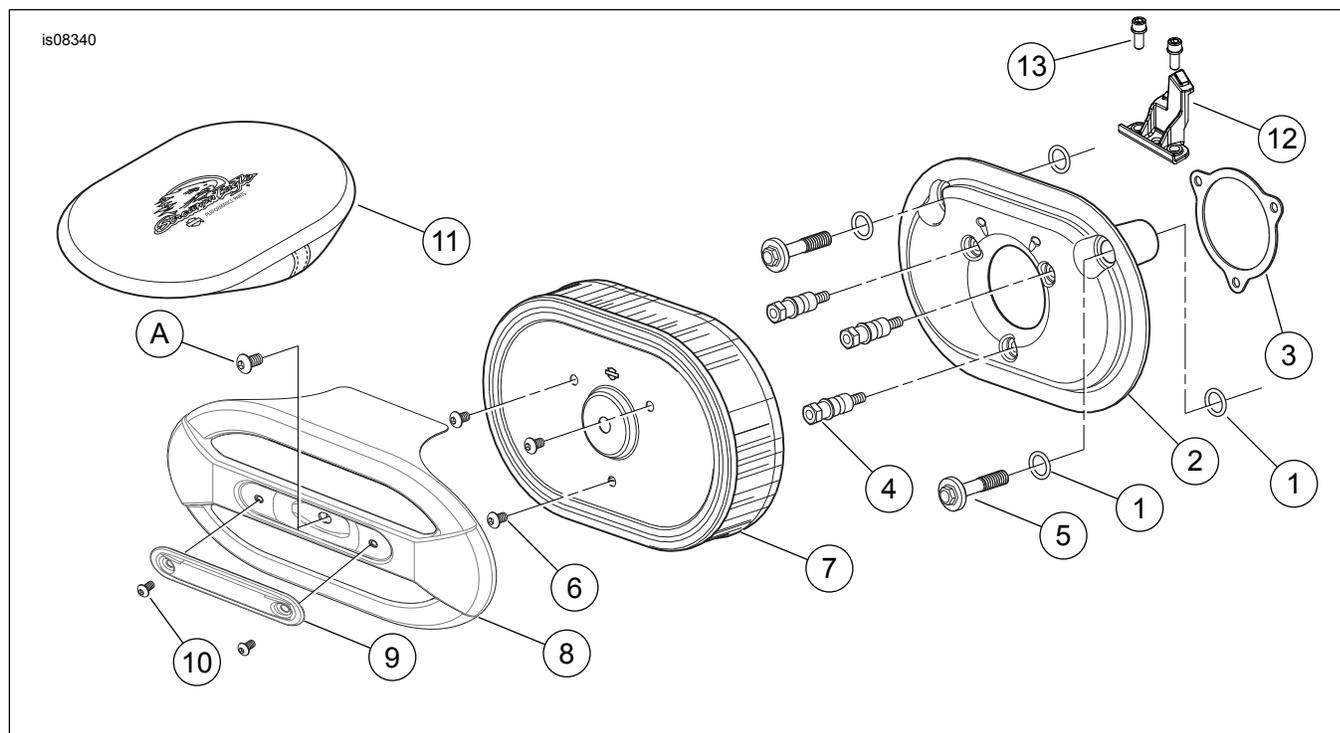

Figura 3. Parti di ricambio: Kit filtro dell'aria per alte prestazioni Screamin' Eagle Ventilator
Vedere Figura 3 e Tabella 1.
1. Vedere Figura 3. Installare un fermo dell'ACR (12) sulle borchie del modulo a induzione dove è stata montata la staffa di sostegno. Fissare con le viti (13). Serrare le viti ad una coppia di 3,4–4,5 N·m (30–40 **in-lbs**).
3. Installare due anelli di tenuta O-ring (1) nelle scanalature attorno ai fori dei bulloni dello sfiatatoio sul lato del modulo ad induzione del gruppo piastra di appoggio (2). Installare i due anelli di tenuta O-ring restanti nelle scanalature nella parte inferiore delle teste dei bulloni dello sfiatatoio (5).
4. Rimuovere il rivestimento dalla parte posteriore adesiva della guarnizione (3). Posizionare con cautela il lato adesivo della guarnizione alla piastra di appoggio. Allineare i fori a spaziatura regolare delle viti. Premere saldamente la guarnizione al suo posto.
5. Inserire nuovi bulloni dello sfiatatoio (5) attraverso la piastra di appoggio.
8. Installare i prigionieri di montaggio del filtro dell'aria (4) fino in fondo attraverso la piastra di appoggio (2), finché le filettature delle viti non facciano presa nel modulo ad induzione. Non serrare i dispositivi di fissaggio.
1. Vedere Figura 3. Fissare l'elemento del filtro dell'aria (7) ai relativi prigionieri di montaggio (4) usando tre viti TORX® con finitura lucida (6) prese dal kit. Serrare le viti ad una coppia di 6,2–6,8 N·m (55–60 **in-lbs**).
2. Applicare del Loctite 243 (blu) sulle filettature della vite del coperchio del filtro dell'aria (A) originale. Fissare il coperchio del filtro dell'aria (8) all'elemento del filtro (7) con la vite. Serrare la vite ad una coppia di 4,1–6,8 N·m (36–60 **in-lbs**).
3. Assemblare l'insero del coperchio del filtro dell'aria (9) sul coperchio del filtro dell'aria con due viti cromate (10). Serrare a fondo.
1. Vedere Figura 3. Rimuovere il coperchio del filtro dell'aria (8) e controllare l'elemento del filtro (7) ogni 8.000 km (5000 mi), o più frequentemente in caso di guida su strade polverose.